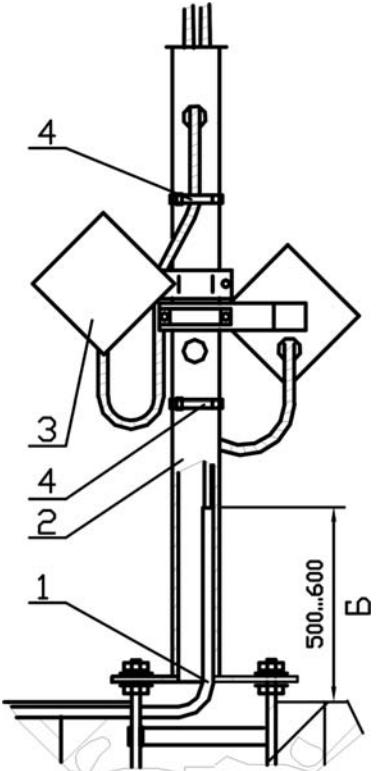

Рис.10.5
10.3.4 После затвердевания раствора пропустить кабель 1 (рис. 10.5) связи с концентратором или ППК через нижнее отверстие стойки 2 и вывести его наружу через верхнее отверстие, прикрепить стойки к опорам с помощью гаек в соответствии с рис. 10.5. С помощью гаек и отвеса, выровнять вертикальное положение стоек и «затянуть» гайки.
Примечание. В случае применения бронированного кабеля или кабеля с «толстой» оболочкой, препятствующих пропусканию через стойку кабелей от БПРД (БПРМ) 3, необходимо предварительно снять броню или уменьшить толщину оболочки выше участка «Б» (рис. 10.5), чтобы обеспечить свободное пропускание кабелей через стойку.
10.3.5 Установить на стойки кронштейны УК-СТ1 (УК2-СТ1) в местах размещения БПРД (БПРМ) рис. 10.5.
10.3.16 Для предотвращения раскачивания кабелей в металлических опорах под действием ветра, с помощью хомутов 4 (рис. 10.5) из комплекта поставки прикрепить к стойке наружные отрезки кабелей на участках от **блоков** до отверстий в стойках.